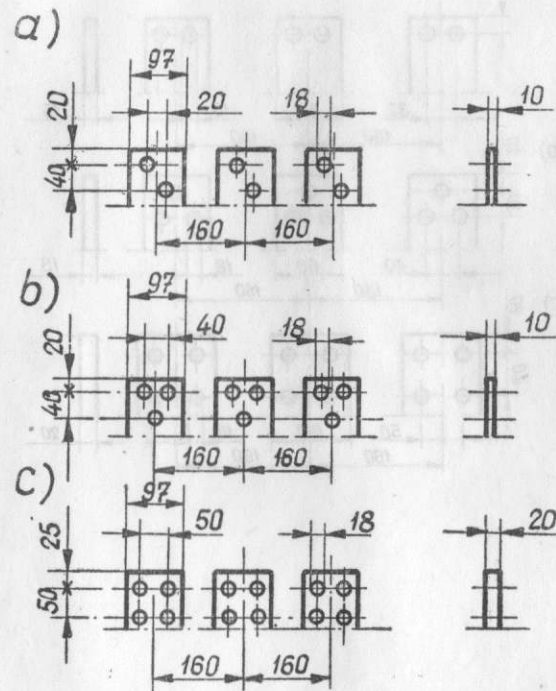

Рис. 29. Размеры главных зажимов выключателя АРУ-50WA
- 1 — главные зажимы — смотри рис. 29